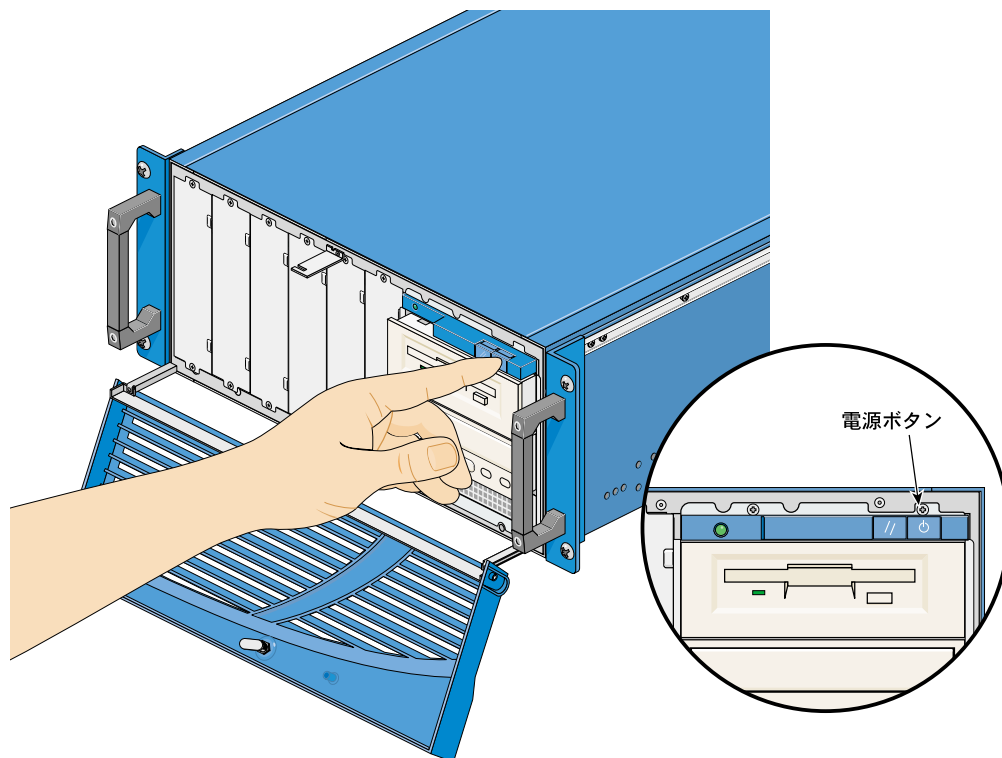

図 3-3 ノードの電源を入れる
- フロッピーディスクドライブの上の右端にあるボタンを押してノードの電源を入れます (図 3-3 を参照)。